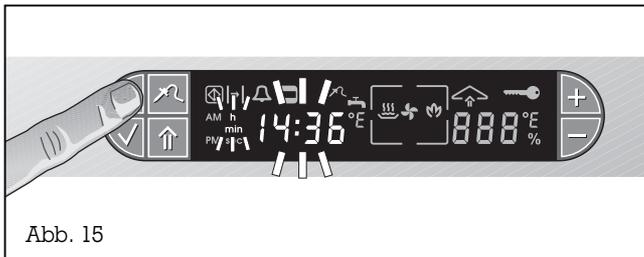

Abb. 15
- Betätigen Sie die Taste 🕒 (Uhr) **3 mal**. Das Symbol ^h (Zeiteinheit) blinkt im Display. Die Zeitanzeige zeigt die momentan eingestellte Tageszeit an (Abb. 15).